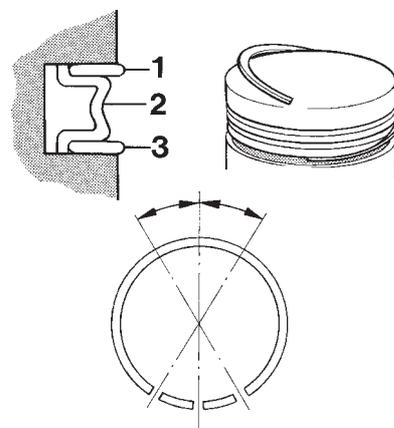

Fig. 52 Pose de segment raqueur d'huile (MD2040)
MD2040 : Placer le ressort d'expansion (2, figure 52, page 40) dans les racleurs d'huile, dans la gorge de segment. Vérifier les extrémités du ressort d'expansion qui ne doivent pas se chevaucher. Positionner le racleur supérieur (1) sur le ressort d'expansion. Introduire l'une des extrémités du segment dans la gorge et le maintenir en place avec le pouce. Enfoncer le segment en place avec l'autre pouce.
Vérifier que les segments se déplacent librement dans les deux sens et que les extrémités du ressort d'expansion sont correctement positionnées sur les racleurs (figure 52).
MD2040 : Vérifier que les extrémités du ressort d'expansion sont correctement positionnées sur les racleurs (figure 52).